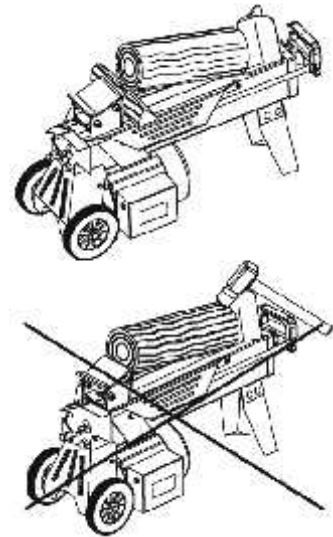

Fig.20
- Dopo che il cilindro sarà ritornato nella posizione iniziale, inserire un cuneo in legno sotto il ceppo incastrato (Fig.20).